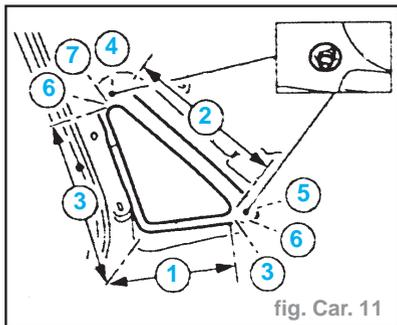

fig. Car. 11
- Chauffer l'adhésif au polyuréthane (PU) si nécessaire.
- De l'intérieur de véhicule, couper l'adhésif PU aux profondeurs maximum données. Utiliser les lames indiquées conformément aux instructions du fabricant de l'outil. (fig. Car. 11)
- **20 mm** (1)
- **25 mm** (2)
- **45 mm** (3)
- **50 mm** (4)
- **55 mm** (5)
- **70 mm** (6)
- **150 mm** (7)